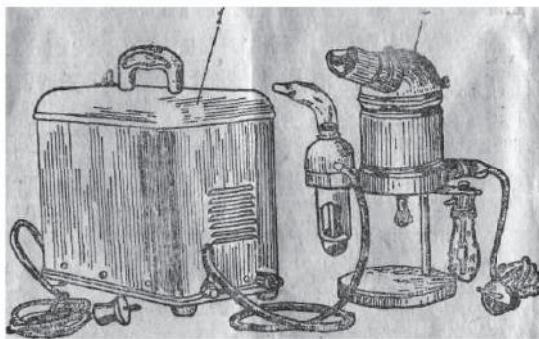

Рис. 1. Общий вид компрессора с распылителями
3. 1. Ингалятор (рис. 1) состоит из мембранных компрессора 1 и комплекта распылителей 2. Из компрессора воздух, свободный от механических примесей, поступает в один из распылителей. Проходя через сопло распылителя, струя сжатого воздуха засасывает лекарственный раствор и распыляет его. Крупные частицы оседают на стенках распылителя и стекают обратно в сосуд, а воздух, обогащенный мельчайшими частицами лекарственного вещества, поступает через наконечник или маску в дыхательные пути больного.
3. 2. 3. Пуск электродвигателя осуществляется с помощью пускателя, расположенного сверху на кожухе компрессора (рис. 1).